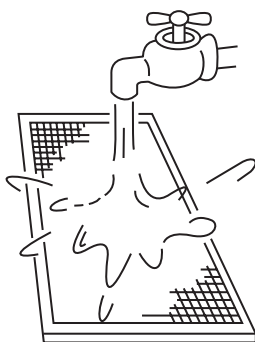

Fig.9-4
- Le côté entrée d'air doit être orienté vers le bas lors de l'utilisation de l'eau. (Voir *fig.9-4*)